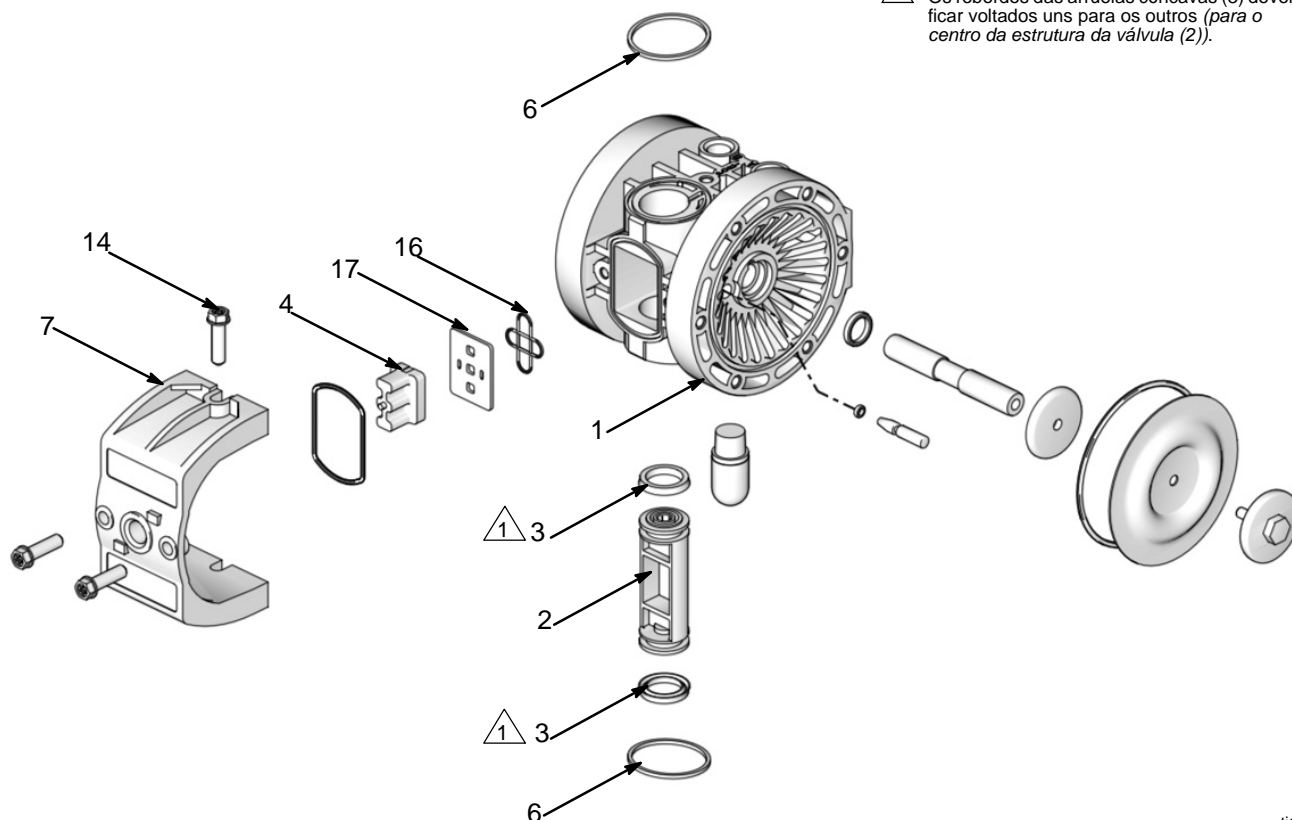

FIG. 5.
Repare a válvula de ar da seguinte forma. Consulte FIG. 5.
2. Retire os quatro parafusos (14) que seguram a tampa da válvula (7) no compartimento central (1).
3. Retire o bloco da válvula (4) e a estrutura da válvula (2) e substitua as arruelas côncavas (3). Substitua a estrutura e o bloco da válvula. Ao substituir a estrutura da válvula, posicione totalmente de um lado ou de outro.
- NOTA:** O bloco da válvula apresentado em FIG. 5 destina-se a bombas com motor de ar operado a ar. Se a sua bomba possuir um motor operador por solenoide, ignore este passo. Os itens 2, 3, 4, 16 e 17 não são necessários.
5. Para reinstalar a tampa da válvula (7), afaste o suficiente sem danificar os empanques dos anéis à esquadria (6) e deslize a tampa (7) para a secção central.
6. Instale os parafusos (14) e aperte com um momento de aperto de 45 a 47 in-lb (5,0 a 5,3 N•m). Consulte **Sequência de Aperto** na página 18.